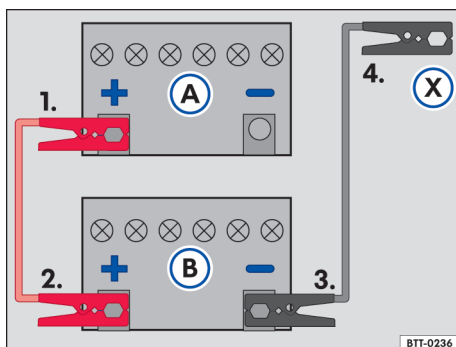

Fig. 146 Esquema para a conexão dos cabos auxiliares de partida: bateria do veículo descarregada (A) e bateria do veículo fornecedora de corrente (B).
Legenda para → Fig. 146:
Conectar o cabo auxiliar de partida somente na sequência 1 – 2 – 3 – 4 → Fig. 146.
- Conectar uma extremidade do cabo auxiliar de partida *vermelho* ao polo positivo (+) do veículo com a bateria do veículo descarregada → Fig. 146 Ⓐ → ⚠.